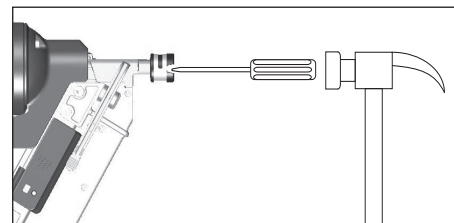

Figura 23
4. Si fuera necesario, use herramientas manuales pequeñas para ayudar a liberar los clavos atascados. A veces es necesario usar un martillo y un destornillador fino y largo para forzar el vástago del impulsor totalmente dentro de la pistola (Vea Figura 23).